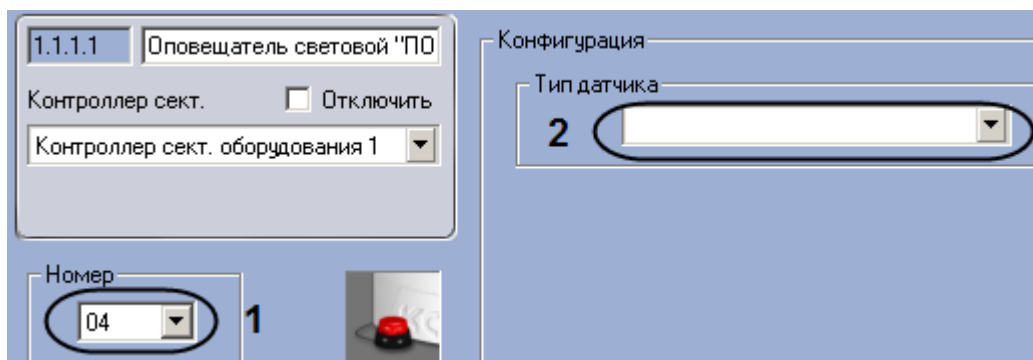

Рис. 3.6—17. Настройка светового оповещателя ПОЖАР
2. Выбрать номер выхода контроллера сектора оборудования, к которому подключено устройство, из раскрывающегося списка **Номер** (см. Рис. 3.6—17, 1).
3. Выбрать тип подключаемого датчика из раскрывающегося списка **Тип датчика** (см. Рис. 3.6—17, 2).